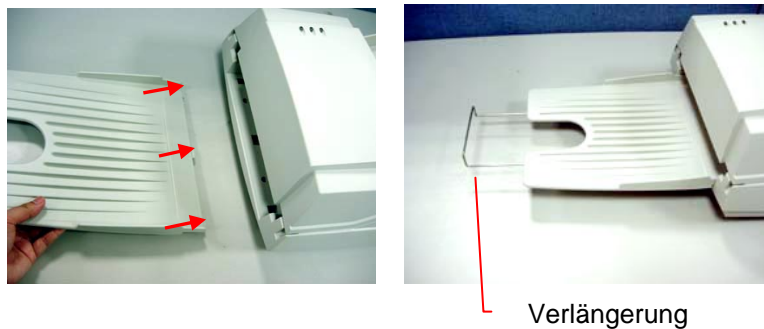

Abbildung 2-4 Installation des ADF-Papierausgabe
- i). Halten Sie die Papierausgabe etwa in einem 30 Grad Winkel, wie in Abbildung 2-4 gezeigt.